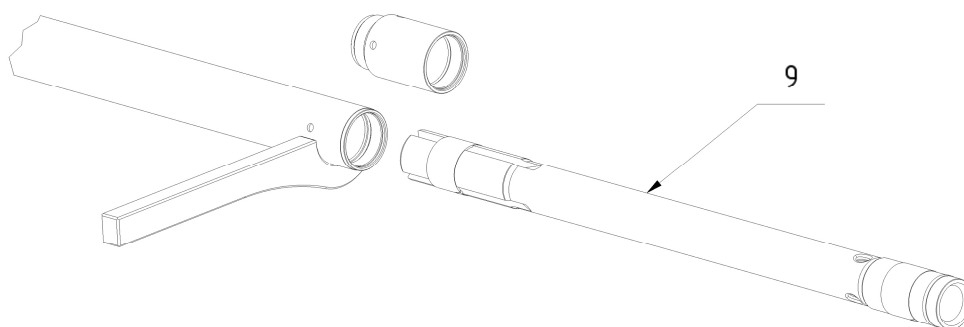

Рис.5. Демонтаж ударного элемента.
9. После удаление втулки управления можно вытащить ударный элемент **9** (рис.5).